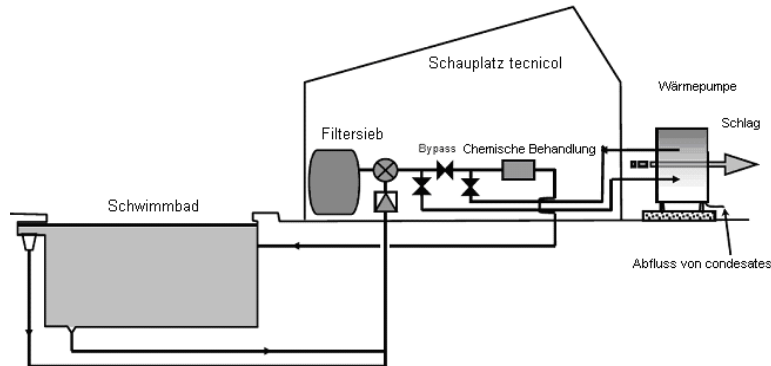

Abbildung 6: Typische Anordnung der Komponenten des Wasserkreislaufs.
- Bypassventil im Wasserkreislauf, siehe Abbildung 6.
Der Mindestwasserdurchsatz am Einlass der Wärmepumpe darf nicht unter dem für das betreffende Modell gefordertem liegen, siehe Abschnitt 2. Bei einer Anordnung der Anlage, wie auf Abbildung 6 gezeigt, ist es möglich, den Wasserdurchsatz mit dem Bypassventil zu regeln.